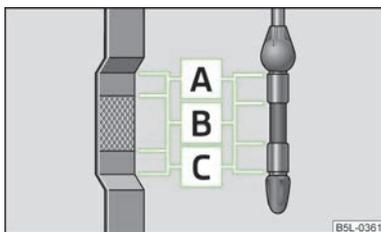

Fig. 134
La varilla indicadora del nivel de aceite indica el nivel de aceite de motor » fig. 134.
- El nivel de aceite no debe sobrepasar nunca la zona **A** » fig. 134. ¡Riesgo de daños en el sistema de gases de escape!